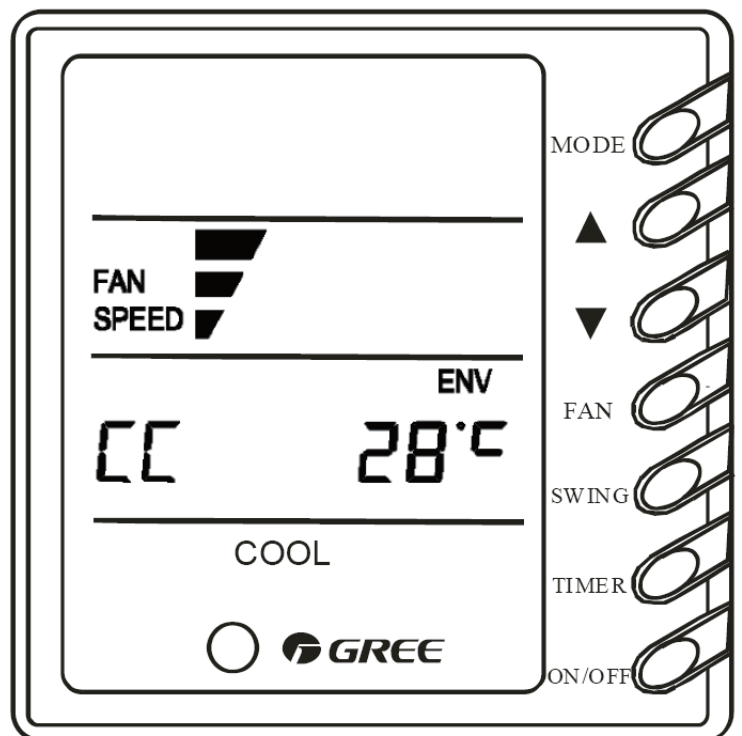

Fig 10
- Med central kontroll ansluten (Fig.10) En central styrenhet kan övervaka alla trådbundna kontroller och inaktivera dem. När de trådbundna kontrollerna är låsta av den centraliserade kontrollern är alla knappar låsta och "CC" visas på platsen där aktuell rumstemperatur normalt visas." Den centrala styrenheten kan också avaktivera låsfunktionen på de övriga kontrollerna. Efter strömavbrott är låsfunktionen avaktiverad.